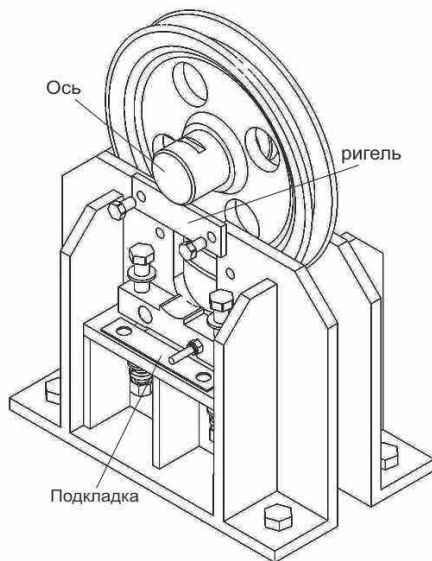

Рис. 7
6. Установить датчик на подкладку и закрепить его болтами и гайками (рис. 7).